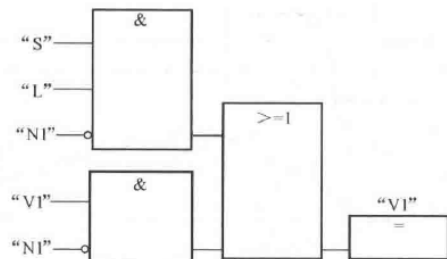

图 3-10 果汁加工系统功能块图程序
(2) 用功能块图进行程序的实现。根据解析表达式，得出果汁加工系统功能块图程序，如图 3-10 所示。